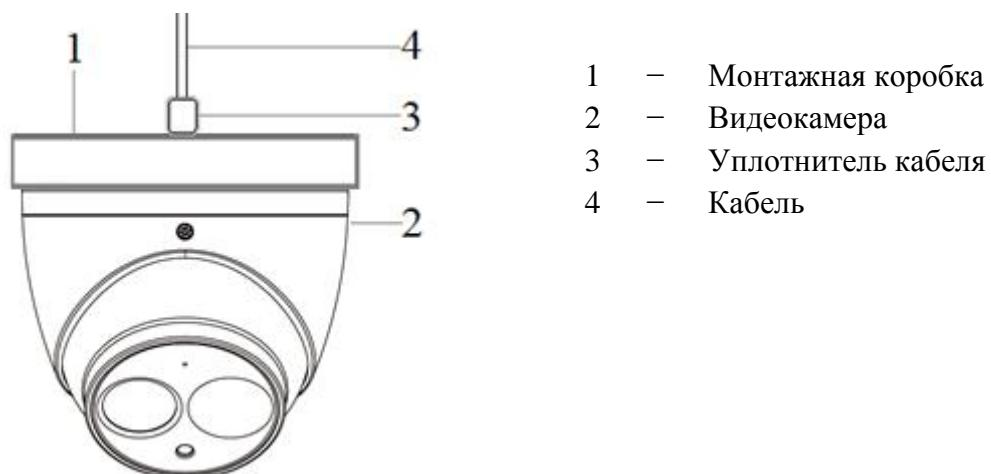
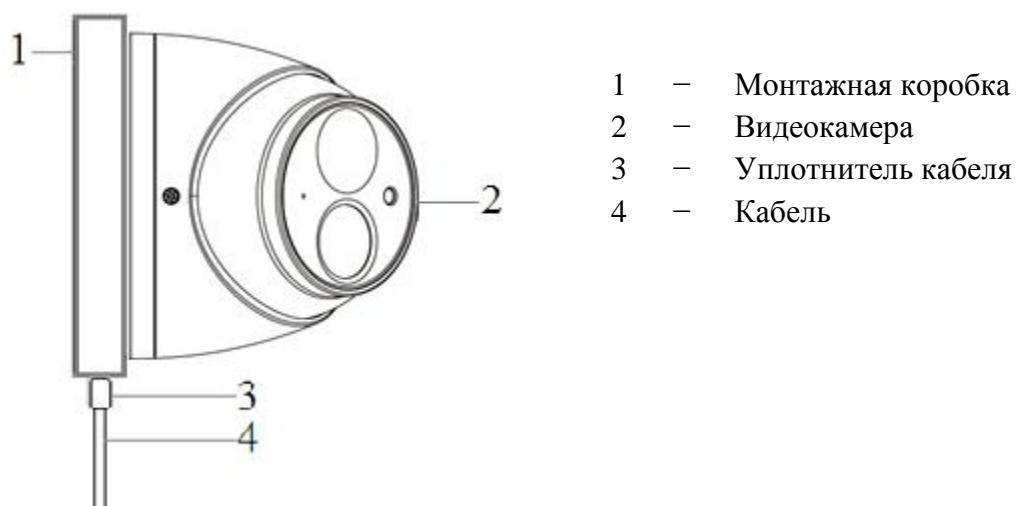
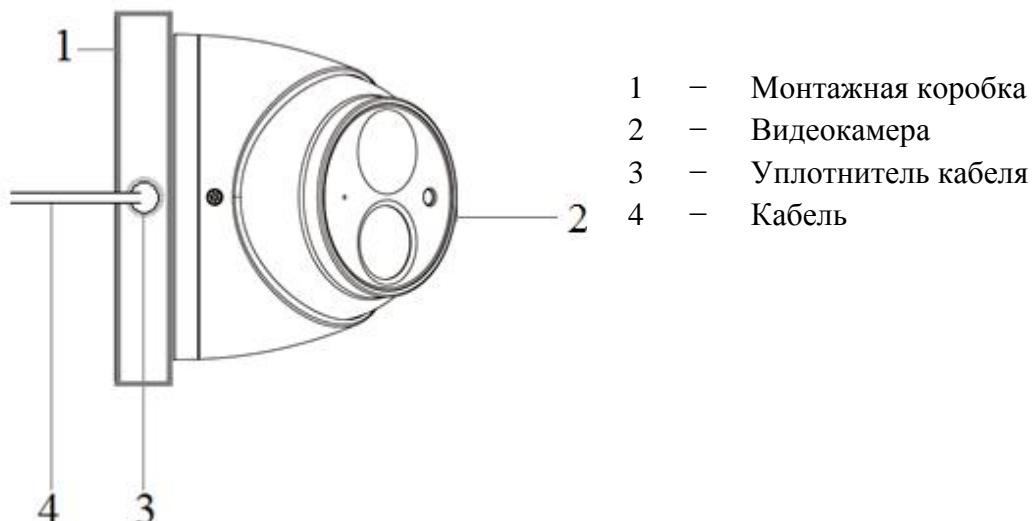

Рисунок 5.6
Рисунок 5.7
Рисунок 5.8
5.5.3 Для вертикального вывода кабеля к видеокамере (рис.5.6) сделайте сквозное отверстие в установочной поверхности и протяните через него кабель питания и коаксиальный кабель к видеокамере.
5.5.5 Для бокового или нижнего вывода кабеля к видеокамере (рис.5.7, рис.5.8) вытащите соответствующую заглушку из монтажной коробки (рис.5.5), вкрутите в это место уплотнитель кабеля (из комплекта поставки монтажной коробки) и протяните кабель питания и коаксиальный кабель к видеокамере.
5.5.8 Прикрепите монтажное основание видеокамеры к монтажной коробке, наденьте корпус на устройство и закрутите фиксирующий винт (рис.5.6, рис.5.7, рис.5.8).